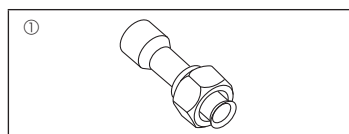

Fig. 1-1
1.6. Tilbehør til utendørsenheten (fig. 1-1) (SHW230)